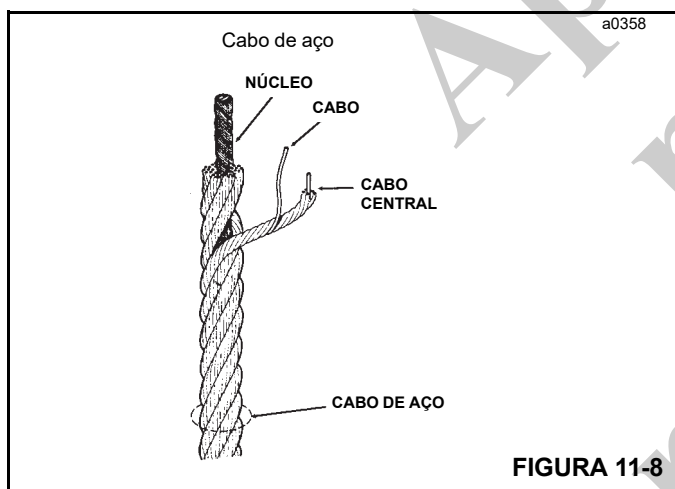

FIGURA 11-8
Todo cabo de aço tem três componentes básicos (Figura 11-8): (1) Os fios que formam os cordões e juntos proporcionam resistência ao cabo; (2) os cordões, dispostos em forma helicoidal em torno do núcleo e (3) o núcleo, que forma uma base para os cordões. O núcleo usado no cabo de aço do guindaste é do tipo IWRC (Independent Wire Rope Core), que na verdade é um cabo menor ou um cordão semelhante aos cordões externos do cabo. O núcleo IWRC aumenta a resistência nominal do cabo em cerca de 7.5%.